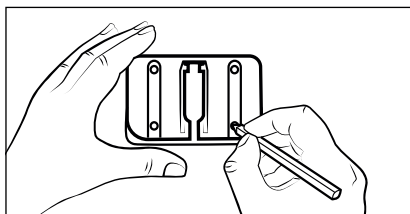

Fig. 5
- 3) Brug vægholderen **18** til markering af de fire borehuller på væggen (se fig. 5).